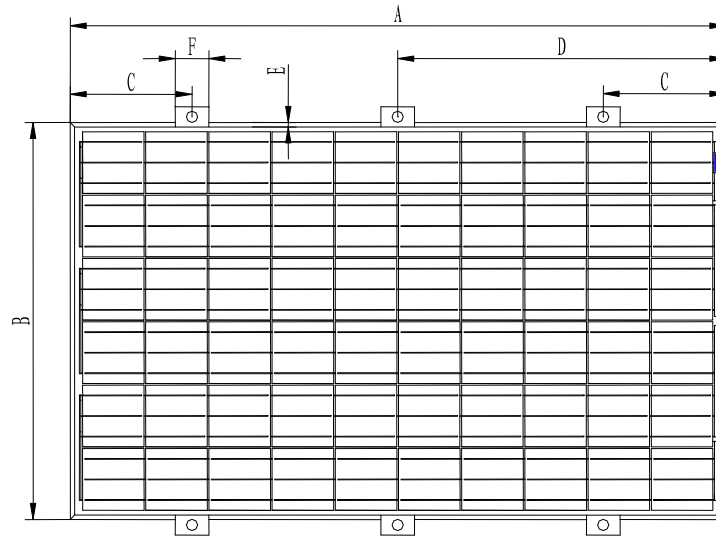

图 9 压块示意图
- ✚ 如组件安装区域存在较大的降雪或雪压，以及较大的风压，建议客户采用 5400Pa 加强安装的方案来夹持固定组件（如图 9 建议所示），以提高组件的正面耐静态雪压及背面的动态风压，提高系统的能力。